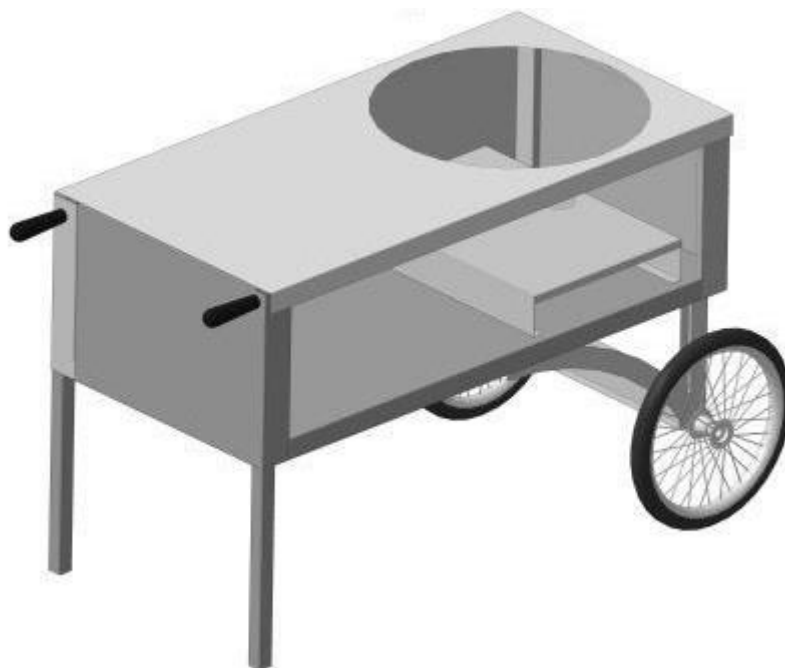

Рисунок 1 – Тележка:
1) Установить колеса поз.8 рисунок 1 и закрепить их в отверстия косынок поз.4 используя крепежные элементы входящие в комплект поставки: Болт М12х120, Гайка М12, Шайба 12 Н, Шайба 12. Крепление см. на рисунке 3.
2) Закрепить швеллер поз.6 рисунок 1, используя крепежные элементы входящие в комплект поставки: Болт М6х16, Болт М6х18, Болт М6х45, Гайка М6, Шайба 6Н, Шайба 6. Косынки прикрепить к корпусу, используя крепежные элементы входящие в комплект поставки: Болт М6х16, Болт М6х18, Болт М6х45, Гайка М6, Шайба 6Н, Шайба 6.
3) Столешницу поз. 1 рисунок 1 установить на корпус и закрепить, используя крепежные элементы входящие в комплект поставки: Болт М10х20, Болт М10х40, Гайка М10, Шайба 10Н, Шайба 10 ручки поз.7 рисунок 1, как показано на рисунке 4.